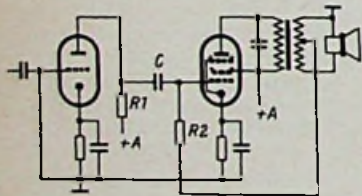
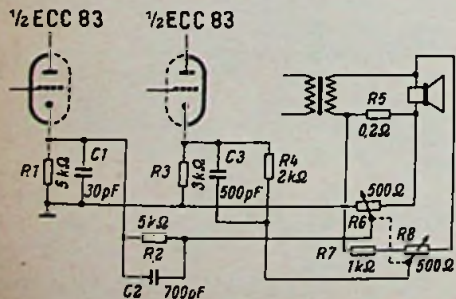
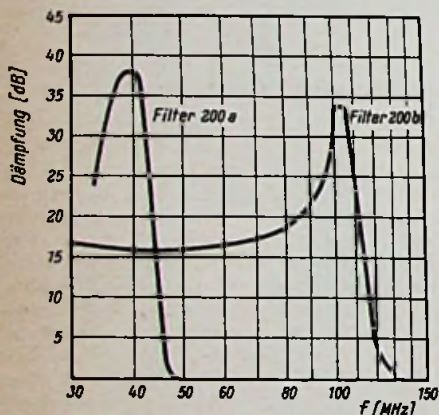

Bild 6. Rückkopplung vom Lautsprecherkreis zum Gitter der Endröhre
Bild 9. Gekuppelte Einstellung von Rück- und Gegenkopplung
Bild 5. Dämpfungskurven der Siemens-Hf-Eingangsfiler für Fernsehempfänger
Bild 6. Stereodyn-Schaltung. Der Lautsprecher R_1 wird in keinem Fall umgeschaltet. Der Lautsprecher R_2 wird bei Stereo-Betrieb im Bereich der mittleren und hohen Frequenzen mit einer Phasendifferenz bis zu 180 Grad gespeist, während die tiefen Frequenzen in gleicher Phase mit R_1 zugeführt werden
Die Auswertung der Gleichung (8) zeigt Bild 9. Man erkennt, daß der Verlauf des Betrages im ganzen Frequenzbereich um den Wert 1 pendelt, und zwar mit einer maximalen Abweichung von ca. 10%. Der Lautsprecher R_2 erhält damit tatsächlich im ganzen Frequenzbereich beim Stereo-Betrieb die gleiche Leistung wie beim Normalbetrieb. Es zeigt sich, daß in der Praxis auch der Frequenzgang des Verstärkers bei vorhandener Gegenkopplung durch die Stereo-Schaltung nicht verändert wird.
Bild 9. Verlauf der Spannung (Betrag) am Lautsprecher R_2 (Bild 6) bei Stereo-Betrieb in Abhängigkeit von der Frequenz, nach Gleichung (8) errechnete Werte. Normierte Darstellung. U_{R_2} ist der Spannungsbetrag, welcher bei Normalbetrieb an R_2 liegt. ω_0 ist die Übergangsfrequenz der Stereodyn-Schaltung; sie beträgt im praktischen Fall z. B. $2\pi \cdot 460$ Hz
Wie der Praktiker aus Erfahrung weiß, ist nichts einfacher, als aus einer Gegenkopplung durch Vertauschen der Anschlüsse am Ausgangstransformator eine Rückkopplung zu machen. Wird nach Bild 6 nur ein Teil der Windungen der Sekundärseite verwendet, so läßt sich der Rückkopplungsgrad in weiten Grenzen wählen. Auf diese Art gelingt es, den Ausgangswiderstand des Verstärkers gleich dem Widerstand der Schwingspule des Lautsprechers zu machen und dadurch einen - in der Literatur umstrittenen - Einfluß auf den Frequenzgang des Verstärkers auszuüben, der allerdings in der Praxis deutlich zu hören ist, so daß diese Art der Rückkopplung in Verbindung mit Gegenkopplung wachsende Bedeutung gewinnt. Eine naheliegende Erklärung des Effekts geht von der Tatsache aus, daß bei Anpassung des Ausgangswiderstandes des Verstärkers an den Widerstand der Schwingspule des Lautsprechers sofort Fehlanpassung eintritt, wenn die Schwingspule etwa infolge mechanischer Resonanz der Membran selbständige, nicht vom Lautsprecherstrom gesteuerte Schwingungen ausführt. Bei der Kombination von Gegen- und Rückkopplung tritt in solchem Falle eine Vergrößerung der
Sollen sowohl Rück- als auch Gegenkopplung veränderlich sein, so kann das durch eine Anordnung nach Bild 9 geschehen. Hier liegen die Widerstände R 5 und R 6 parallel im Lautsprecherkreis, R 7 und R 8 darüber. Da die Potentiometer R 6 und R 8 mechanisch gekuppelt sind, zeigen Gegen- und Rückkopplungsspannung entgegengesetzten Verlauf, wobei die beiden Kanäle durch
sen sich durch steil abschneidende Hf-Eingangsfiler vor dem Fernsehempfänger unterdrücken. Siemens hat zu diesem Zweck zwei Filter mit verschiedener Grenzfrequenz herausgebracht. Ihre Dämpfungskurven zeigt Bild 5. Das Filter 200 a hat eine Grenzfrequenz von 46 MHz und dient besonders zur Unterdrückung von Diathermiestörungen. Außerdem stellt es eine sehr wirksame zusätzliche Zf-Sperre dar. Das Filter 200 b mit der Grenzfrequenz von 150 MHz dämpft vorwiegend Störquellen im UKW-Bereich und bietet außerdem noch einen gewissen Schutz gegen Diathermie- und Zf-Störungen.
Bild 6 zeigt die Schaltungen und die Bemessung der Filter. Die in den Längszweigen liegenden Sperrkreise geben die steilen Re-
Bild 6. Schaltung der Siemens-Hf-Eingangsfiler für Fernsehempfänger; links Filter 200 a mit einer Grenzfrequenz von 46 MHz, rechts Filter 200 b mit der Grenzfrequenz 150 MHz
sonanzhöcker mit der hohen Dämpfung links von der Grenzfrequenz in Bild 5. Die Querdrosseln von 0,8 und 0,52 µH bzw. 0,25 und 0,1 µH in Bild 6 schließen auch die weiterabliegenden niedrigen Frequenzen kurz. Die in Reihe liegenden Kapazitäten der Sperrkreise ergeben den Durchlaß für die eigentlichen zu empfangenden Fernsehfrequenzen.